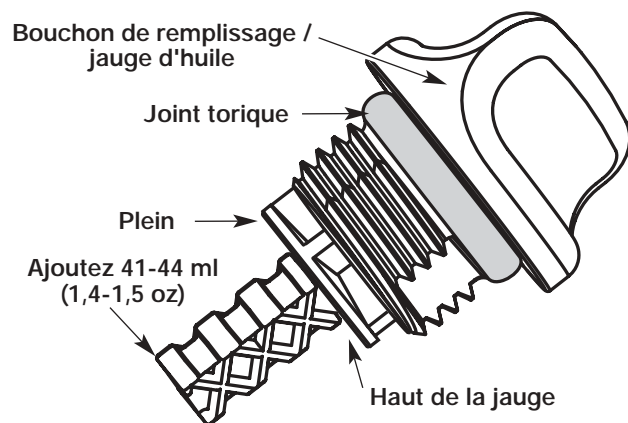

Fig. 16
5. Retirez le bouchon de remplissage / jauge d'huile et vérifiez le niveau d'huile. L'huile devrait atteindre le haut de la jauge (Fig. 16).